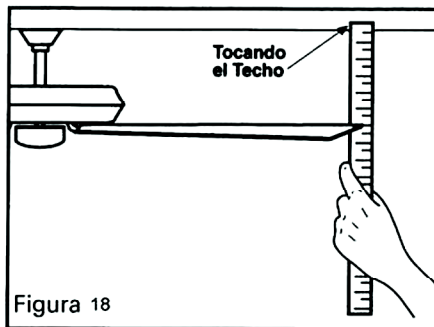

Figura 18
2. Muchos de los problemas de oscilación se producen cuando la altura de las aspas son desiguales. Verificar altura seleccionando un punto en el techo sobre la punta de una de las aspas. Medir desde un punto en el centro de cada aspa al punto en el techo. Medir esta distancia como muestra la Figura 18. Rotar el ventilador hasta que la próxima aspa quede en posición para cada aspa. Las medidas deben mantenerse dentro de 1/8". Operar el ventilador por 10 minutos.